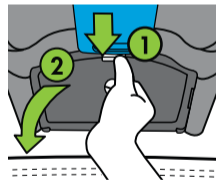

Figure 60
- Ouvrez la porte du bac DUA en appuyant et en maintenant le haut de la languette de verrouillage, puis en tournant la porte du bac DUA vers le bas, comme indiqué dans la **Figure 60**.